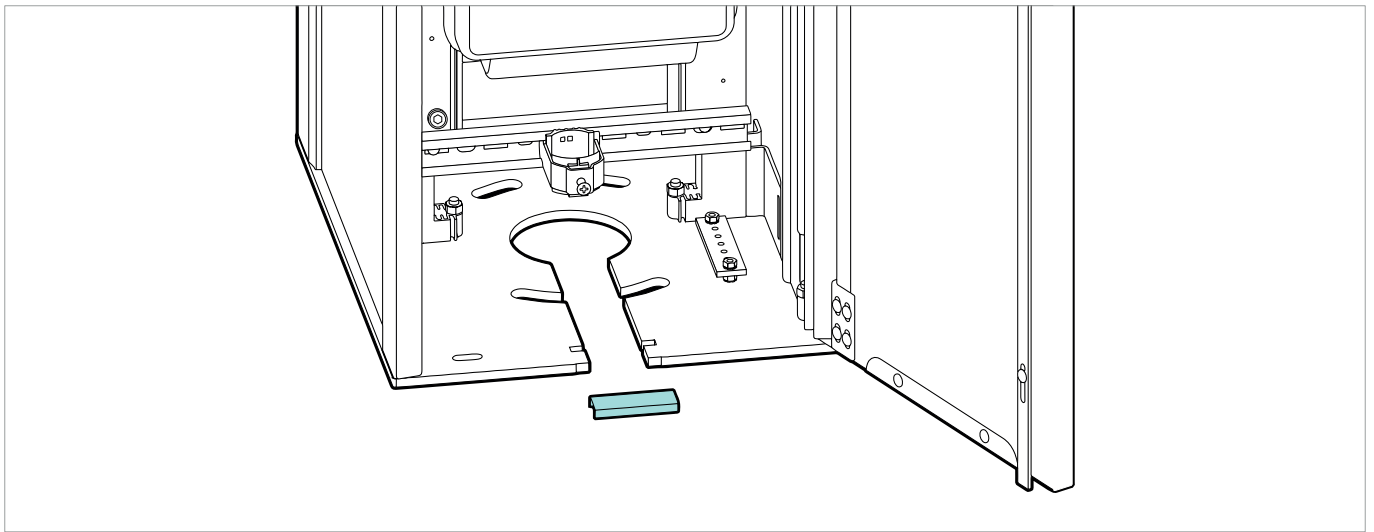

Abb. 8
6. Entfernen Sie das Rahmenelement (**Abb. 8**).